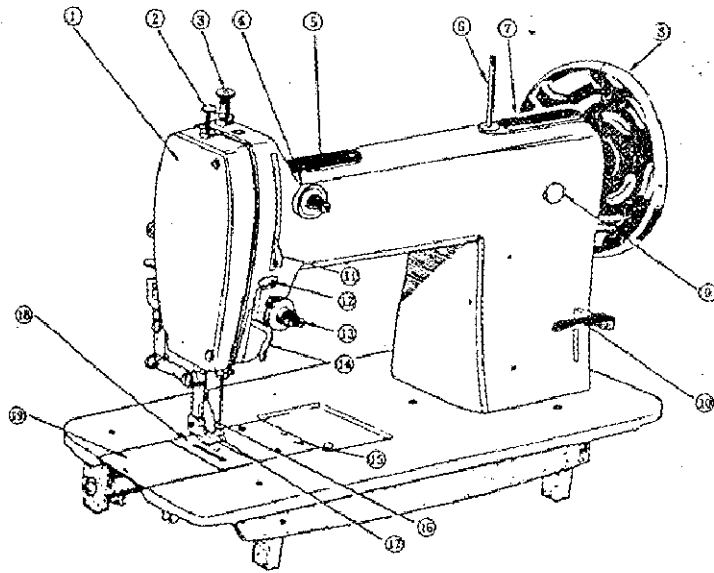

Fig. 1
2. Основные части машины (рис. 1, 2).